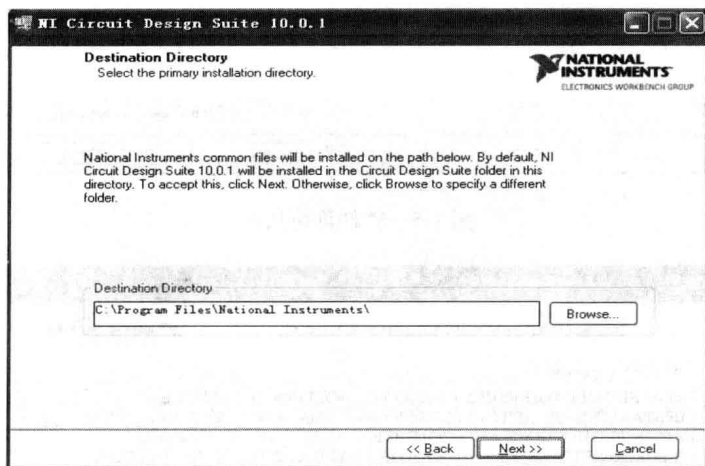

图 1-3 安装目录的选择
(3) 安装程序自动弹出下一步安装操作，如图 1-3 所示，让用户选择软件安装的目录，默认为 C:\Program\National Instruments\，如果用户想更换安装目录，单击 Browse 按钮选择想要的目录，设置好后，单击 Next 按钮。